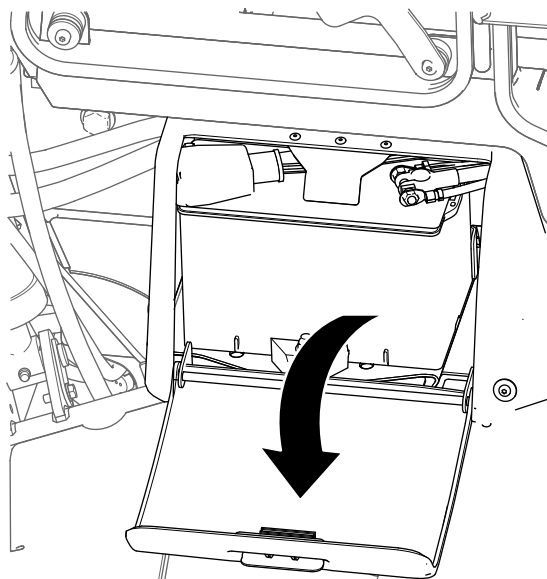

Figura 1
1. Abra la tapa del compartimento de la batería (Figura 1).